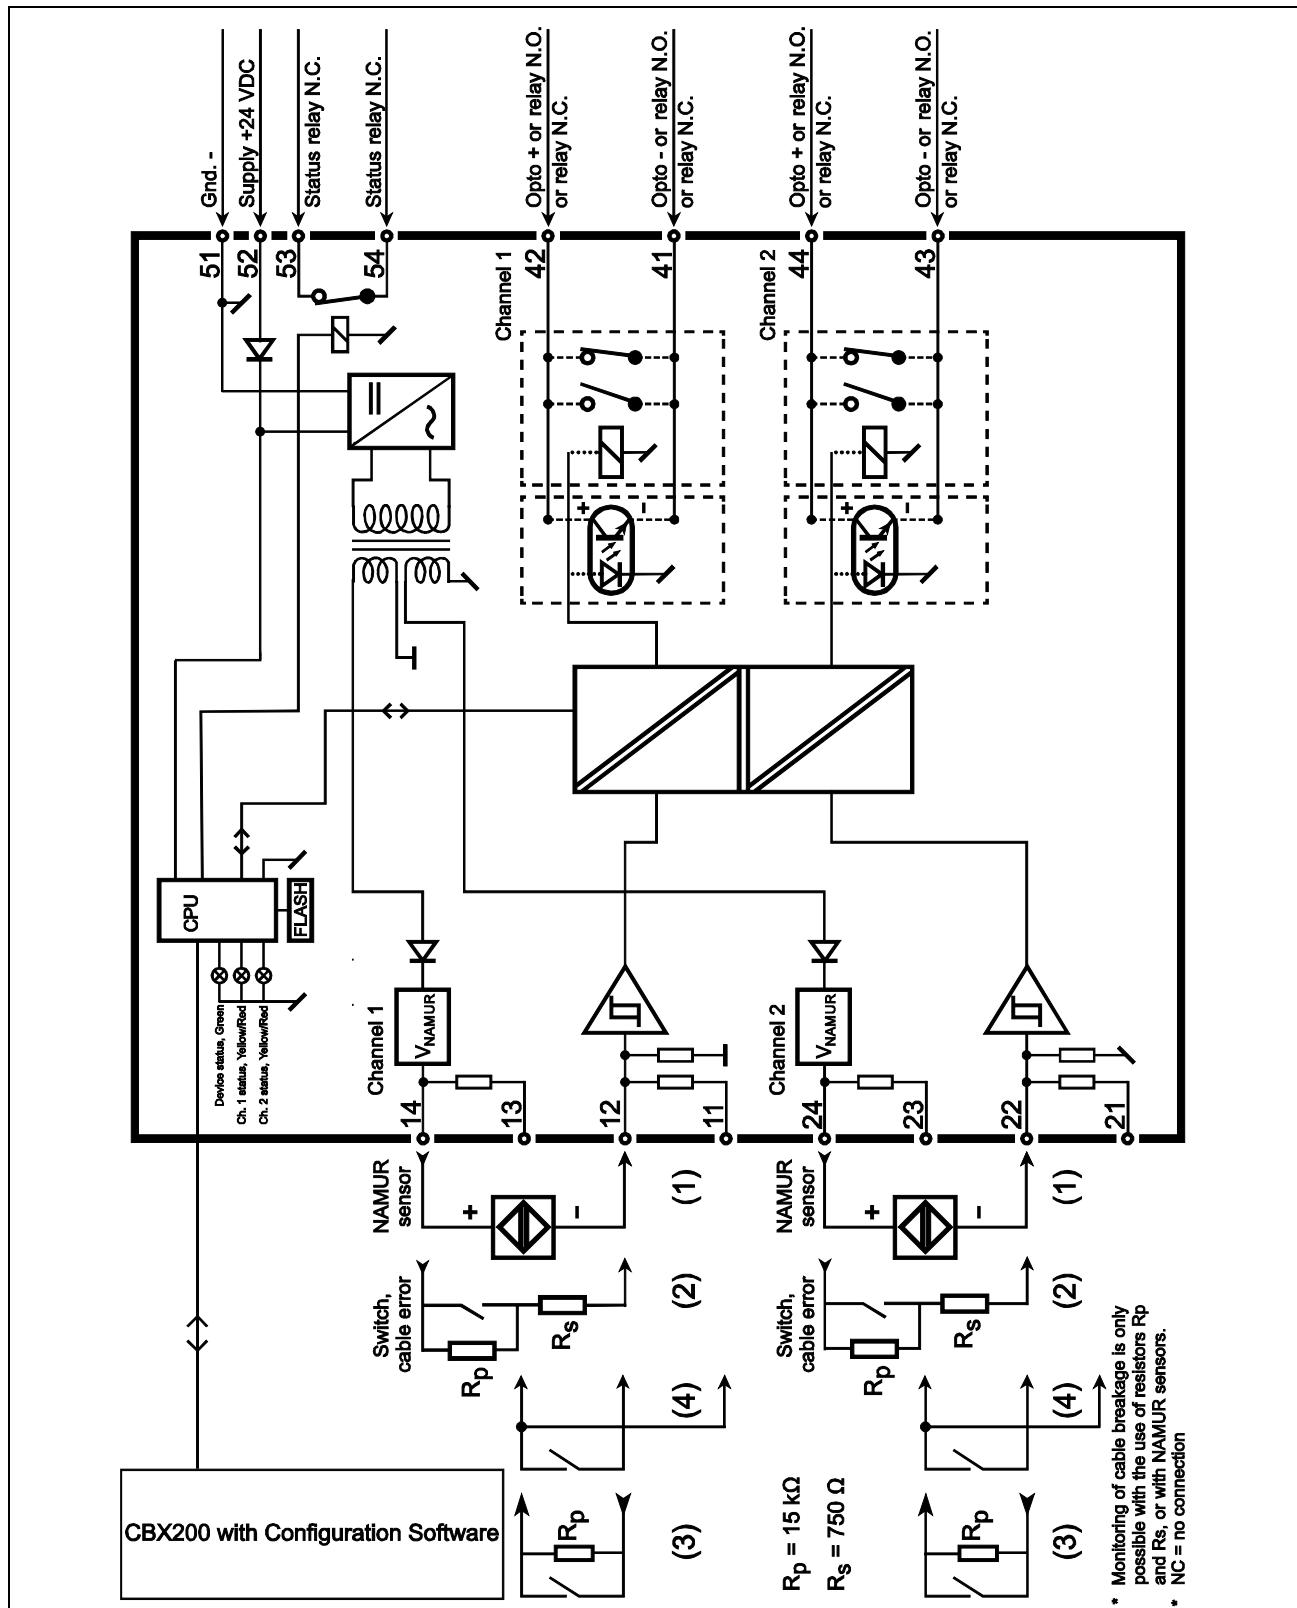

Abbildung 7-2: Funktionsblockschaltbild
- (1) NAMUR-Sensor mit Kabelfehlererkennung bei Unterbrechung oder Kurzschluss.
- (2) Mechanischer Schalter mit Kabelfehlererkennung bei Unterbrechung oder Kurzschluss, wenn Serienwiderstand (R_S) und Parallelwiderstand (R_P) am Schalter angeschlossen sind.
- (3) Mechanischer Schalter mit Kabelfehlererkennung bei Unterbrechung, wenn Parallelwiderstand (R_P) am Schalter angeschlossen ist.
- (4) Mechanischer Schalter ohne Kabelfehlererkennung.
- Siehe Abbildung 7-2 "Funktionsblockschaltbild" für weitergehende Informationen.